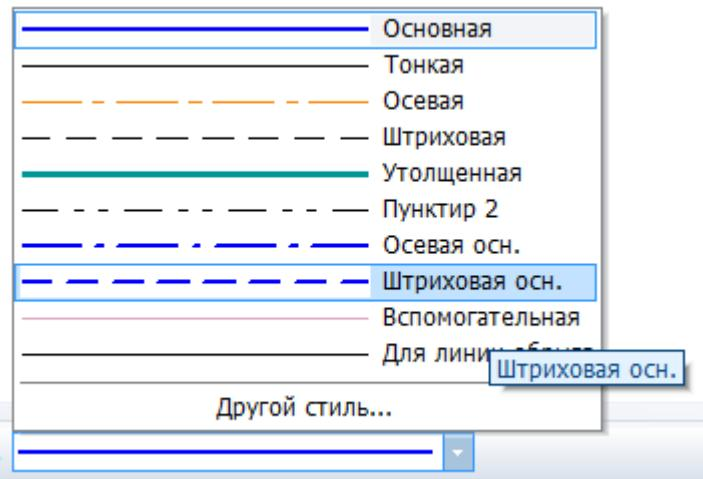

Рис. 1.4. Выбор типа линии
8. Щелкните мышью на поле *стиль* на строке параметров и выберите стиль линии *штриховая основная*, рис. 1.4.